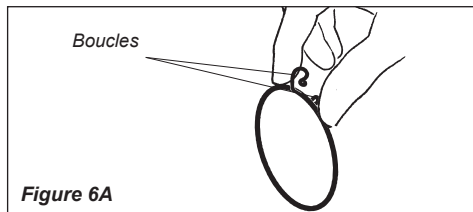

Figure 6A
4. Installer étrangler le porte-câble juste avant du 102 mm le serre-joint, pinçant des boucles ensemble pour ajuster par-dessus la fin de tube flexible. Voir des Figures 6A et 6B.